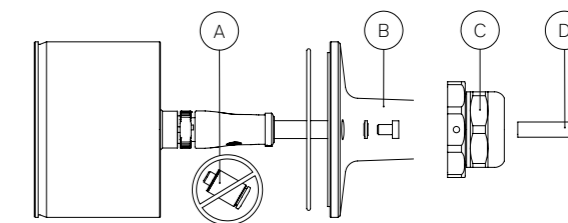

Abbildung 7
**!** Zur Montage des Kamerakopfes an die Aufnahme des Flex-Armhalters (Abb. 7-B) muss der Steckverbinder für die Sperrluft (Abb. 7-A) auf der Rückseite des Kamerakopfes entfernt werden. Dieser hat einen innenliegenden Sechskanttrieb. Die Sperrluftleitung (Abb. 7-D) wird bei allen Ausführungen des Flex-Armhalters in die 6 mm Bohrung der Dichtung in der Kabelverschraubung (Abb. 7-C) eingesteckt. Eine Einstecktiefe von ca. 20-30 mm ist ausreichend; die Sperrluftleitung muss nicht durch den Flex-Armhalter bis zum Kamerakopf gezogen werden. Die Sperrluft strömt frei durch den gesamten Flex-Armhalter hindurch zum Kamerakopf. Die Sperrluftleitung wird durch Festklemmen fixiert, indem die Kabelverschraubung geschlossen wird.